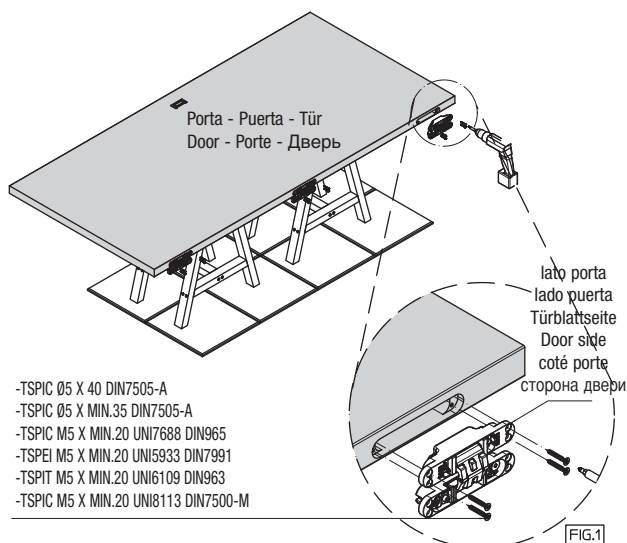

FIG.1
①
- ① Alloggiare le cerniere nelle rispettive fresate sulla porta (fig.1) e fissarle con le apposite viti.
- ② Alojar las bisagras en los mecanizados de la puerta (fig.1) y fijarlas con los tornillos suministrados.
- ③ Die Scharniere in die jeweiligen Fräsungen der Tür einführen (Abb. 1) und sie mit den vorgesehenen Schrauben festziehen.
- ④ Set the hinges in the relative door leaf millings (fig.1) and fix them with the relative screws.
- ⑤ Insérer les charnières dans les fraisages de la porte (fig.1) et les fixer avec les vis prévues.
- ⑥ Поместить петли в соответствующие пазы в двери (рис.1) и зафиксировать предназначенными шурупами.